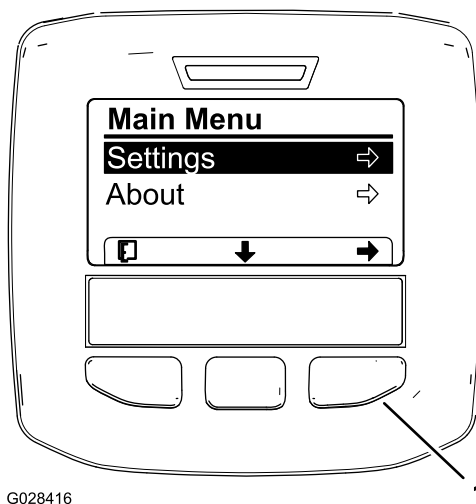

Figure 61
3. Appuyez sur le bouton de sélection central pour accéder au menu principal (Figure 61).
- Appuyez sur le bouton de sélection gauche pour sauvegarder votre ou vos choix, quitter le menu Réglages et retourner au menu principal (Figure 61).
- Appuyez sur le bouton de sélection gauche pour quitter le menu Réglages et retourner au menu principal (Figure 61 et Figure 63).